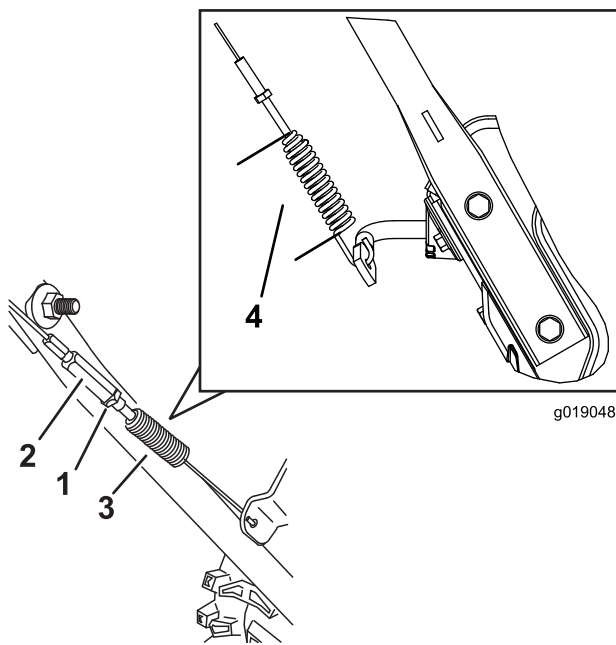

Figure 38
3. Desserrez ou serrez le tendeur afin de régler la longueur du ressort à 5,5 cm (2,18 po) (Figure 38).
4. Serrez le contre-écrou (Figure 38) en vérifiant que le câble est légèrement tendu.